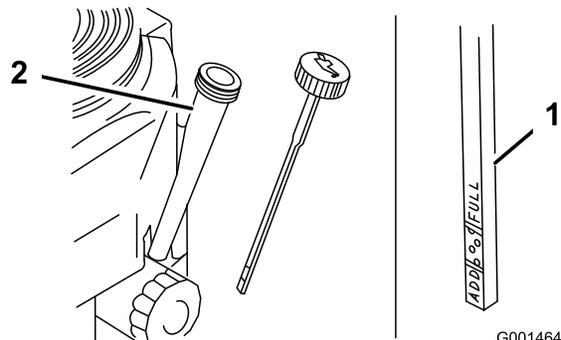

Figure 33
4. Nettoyez la surface autour de la jauge d'huile (Figure 33) pour éviter que des impuretés ne s'introduisent dans le goulot de remplissage, ce qui risquerait d'endommager le moteur.
5. Retirez la jauge d'huile et essuyez soigneusement son extrémité (Figure 33).
6. Remettez la jauge au fond du tube de remplissage, mais sans la visser (Figure 33).
9. Versez avec précaution environ 80% de la quantité d'huile spécifiée dans le goulot de remplissage (Figure 33)